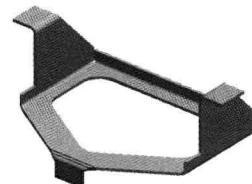

图 1.18 弯边特征 3
(4) 定义弯边属性及参数。各选项采用系统默认设置。
(5) 单击 **完成** 按钮，完成特征的创建。
Step14. 创建图 1.18 所示的弯边特征 3。